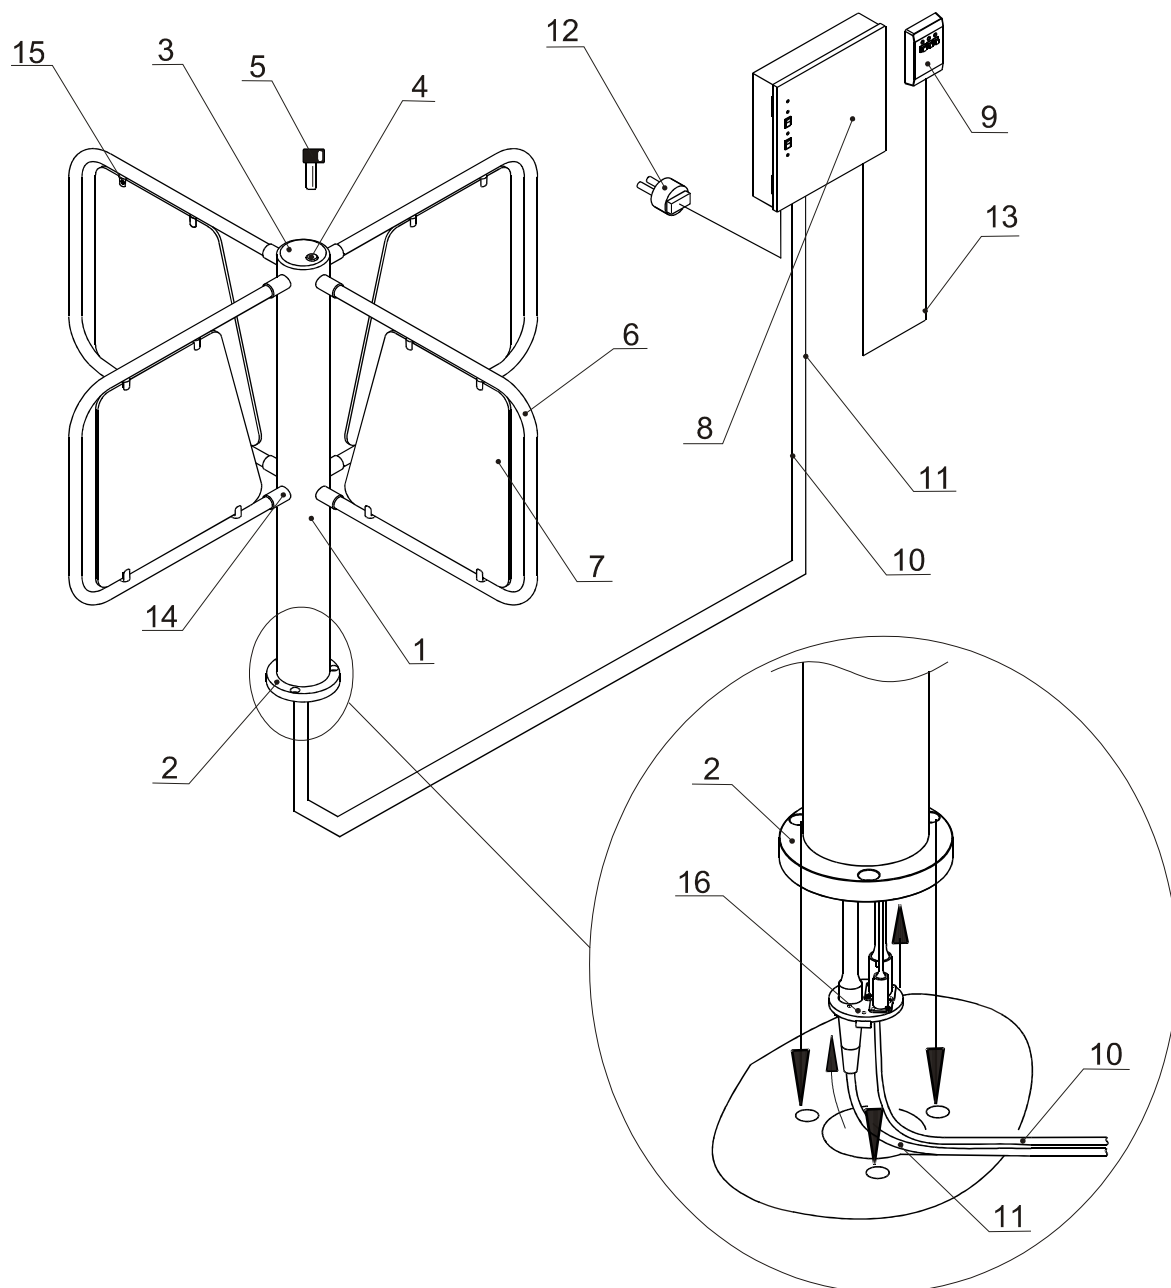
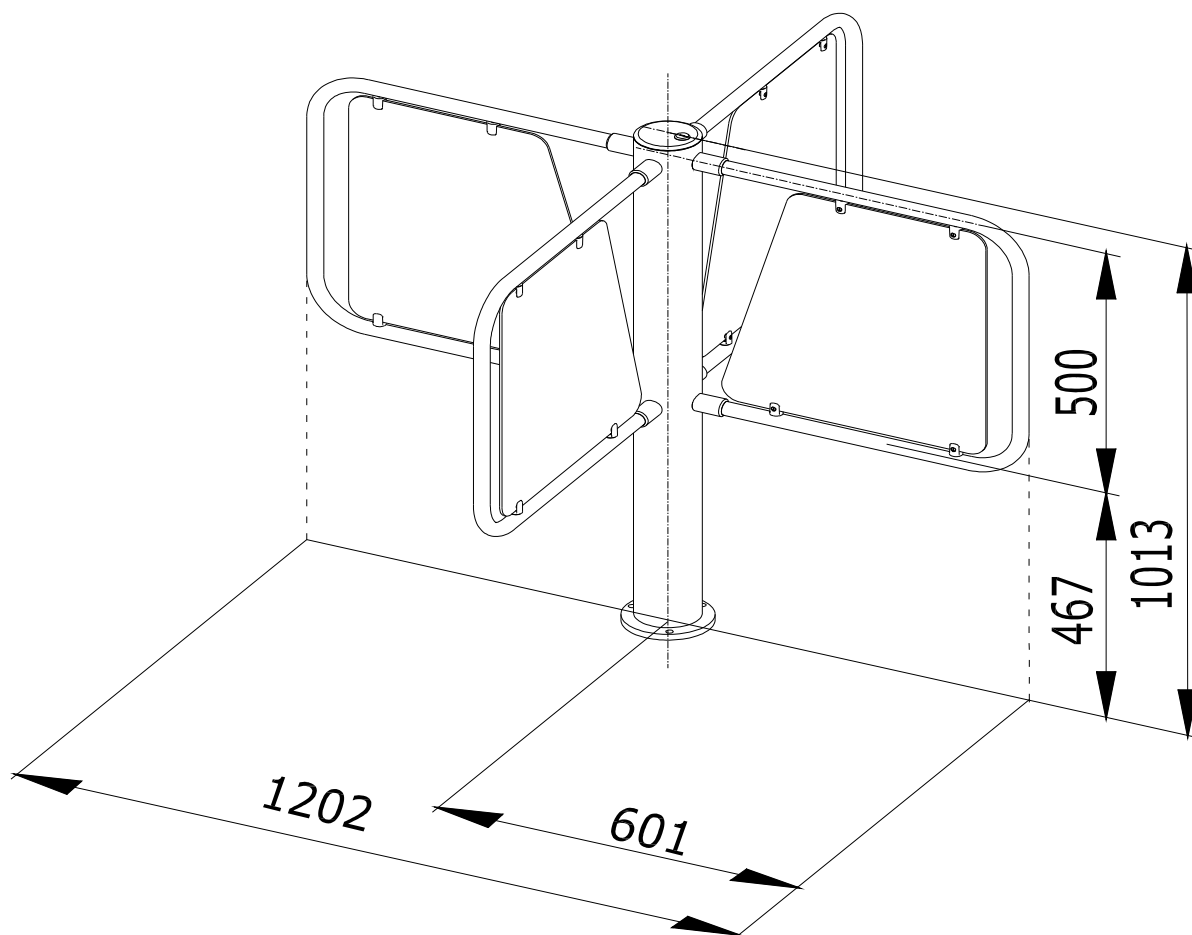

Рис. 1. Общий вид турникета
Рис. 2. Габаритные размеры турникета
Габаритные размеры турникета.....	см. рис. 2
Общий вид турникета показан на рис. 1
Номера позиций в тексте настоящего Руководства по эксплуатации указаны в соответствии с рис. 1, кроме оговоренных особо. Габаритные размеры турникета приведены на рис. 2.
5.2.3. Блок управления (8) (см. рис. 1 и рис. 3) предназначен для электропитания узлов турникета и реализации алгоритма управления. Он выполнен в виде отдельного прибора в закрытом металлическом корпусе, обеспечивающем настенное крепление с антисдергивающей фиксацией. Возможно настольное применение блока управления.